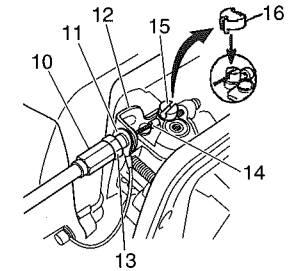

Fig. 8
Conecte el extremo del cable del acelerador (14) al carburador (15) e instale la tapa del cabezal (16), que encontrará en la bolsa de herramientas (si el aparato la incorpora), en el cabezal (15) (Fig. 8). Algunos modelos pueden venir con las piezas instaladas.